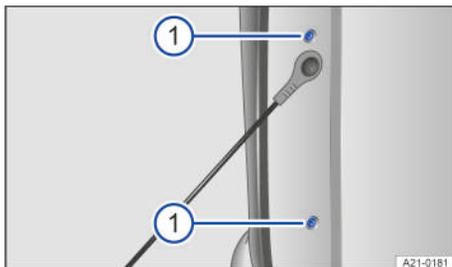

Fig. 150 En el lateral de la superficie de carga: desmontaje del grupo óptico trasero.
4. Desenrosque los dos tornillos con el destornillador → fig. 150 .
13. Apriete los dos tornillos con el destornillador → fig. 150 .